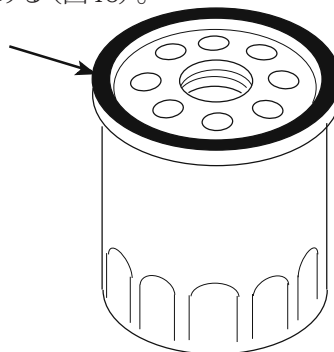

図40
7. 新しいフィルタのガスケットに、指できれいなオイルを塗りつける（図40）。